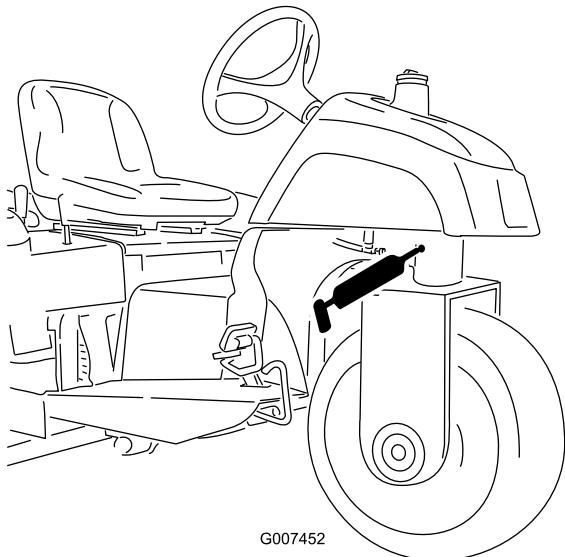

Bild 27
- Lenkzapfen (Bild 27)
Hinweis: Für den bündigen Nippel am Lenkzapfen (Bild 27) benötigen Sie einen Fettspritzenadapter. Erhältlich unter der Bestellnummer 107-1998 vom Toro-Vertragshändler.